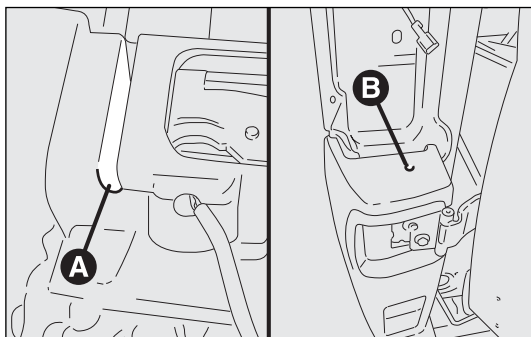

fig. 198
- ☐ quitar la fijación inferior A entre el parachoques central y lateral fig. 198;